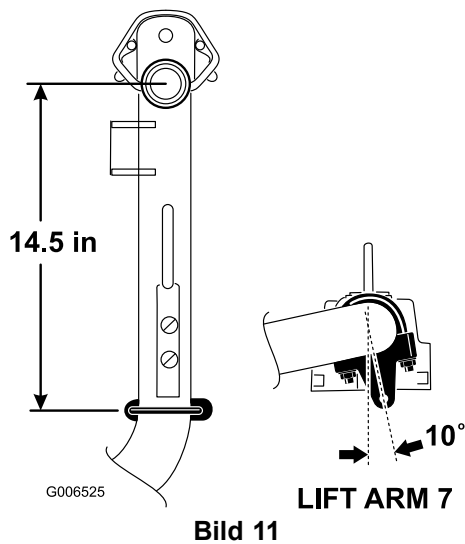

Bild 11
3. Positionieren Sie die Halterungen und U-Schrauben an den Hubarmen Nr. 6 und Nr. 7 37 cm hinter der Mittellinie des Kreuzgelenks (Bild 11). Drehen Sie die Halterungen um 10 Grad zur Außenseite der Maschine.